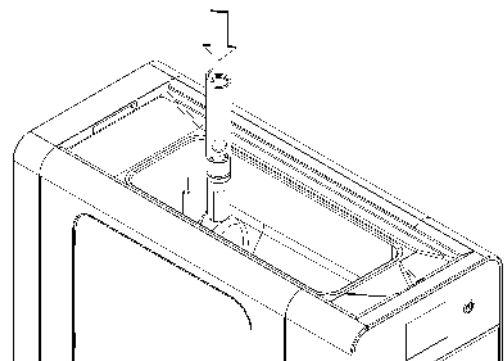

figure 3
**1** insérer la partie inférieure du tube de mélange dans le trou de raccordement spécial situé entre le bac et le cylindre en veillant à l'orienter de manière à l'introduire entièrement dans son siège. (voir figure 3)